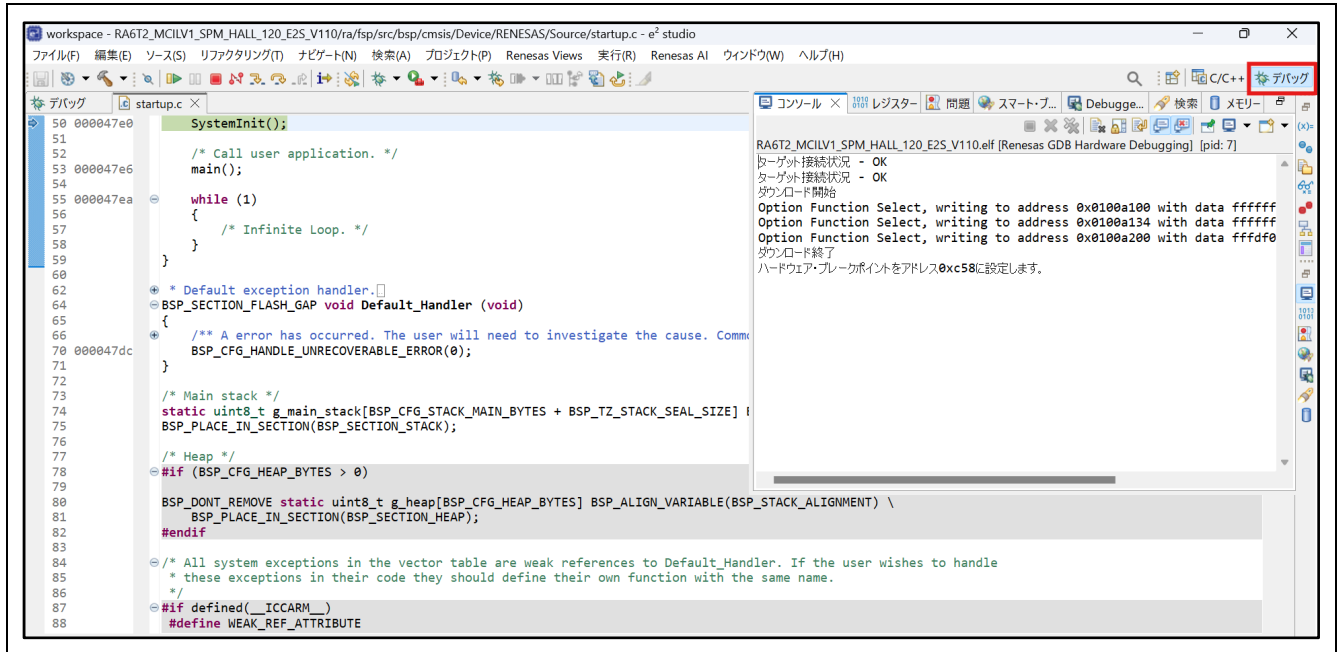

図 6-19 デバッグ画面
3. 正しくターゲットボードと接続され、プログラムがダウンロードされた場合、図 6-19 のような〈デバッグ画面〉に移行します。